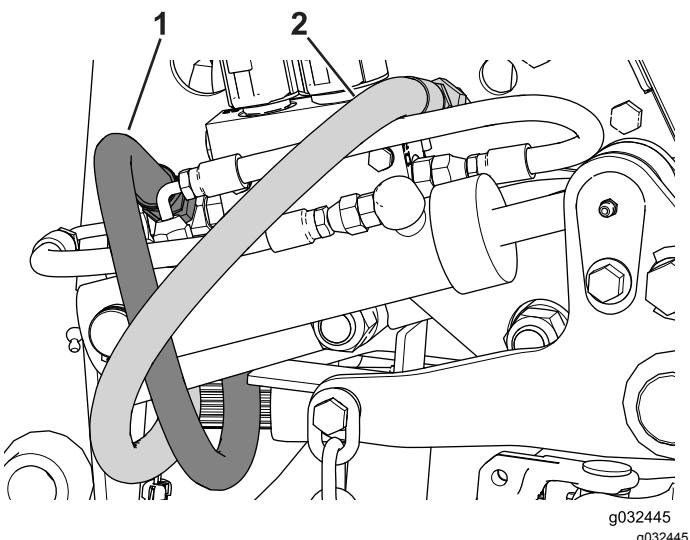

**Bild 123**
3. Befestigen Sie den Mähwerkhubzylinder mit dem Halterung, dem Lagerbolzen und der Schraube an der Drehstrebe (Bild 123).